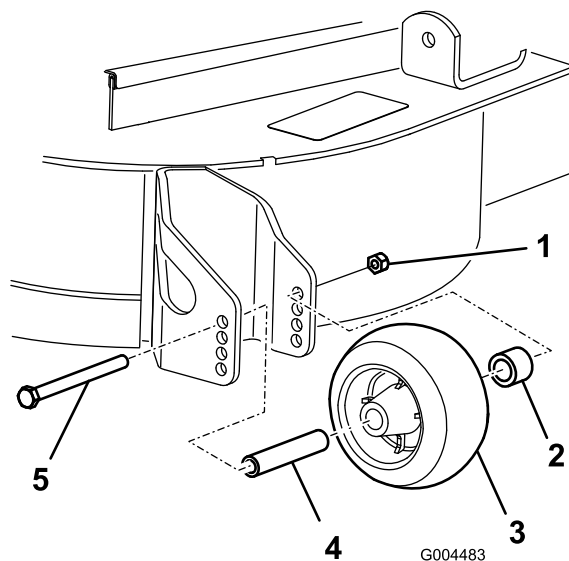

Figura 8
3. Depois de regular a altura de corte, ajuste os rolos retirando a porca flangeada, a bucha, a cunha e o parafuso (Figura 8).
5. Coloque a porca flangeada, a bucha, a cunha e o parafuso. Aperte com 54–61 Nm (Figura 8).